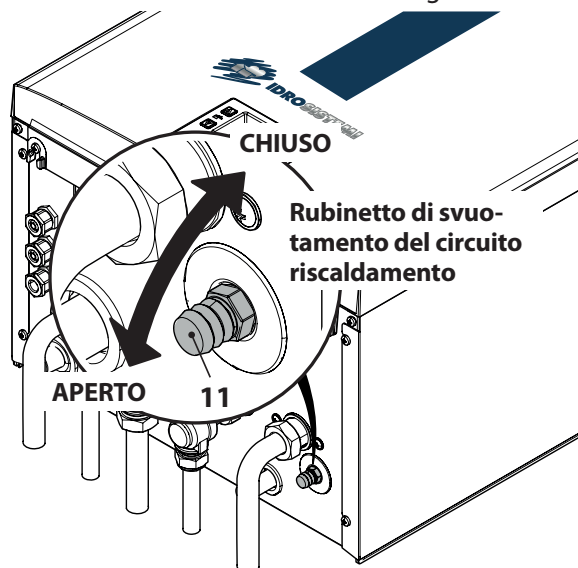

Figura 9.10
- Allentare il rubinetto di svuotamento del circuito riscaldamento 11 indicato in Figura 9.10.